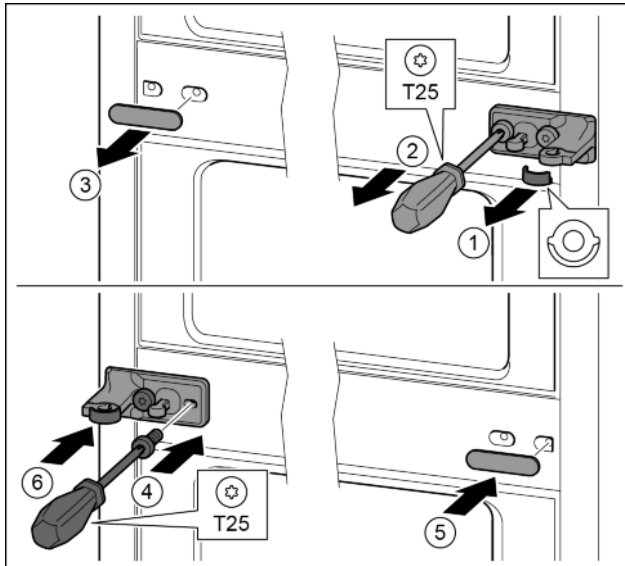

Fig. 34
- ▶ Estrarre lo spessore. Fig. 34 (1)
- ▶ Con il cacciavite T25 svitare le viti. Fig. 34 (2)
- ▶ Facendo attenzione, togliere la copertura. Fig. 34 (3)
- ▶ Avvitare il blocco di supporto con lamina ruotato di 180° sull'altro lato. Fig. 34 (4)
- ▶ Applicare la copertura ruotata di 180° sull'altro lato. Fig. 34 (5)
- ▶ Inserire lo spessore dal lato anteriore. Fig. 34 (6)